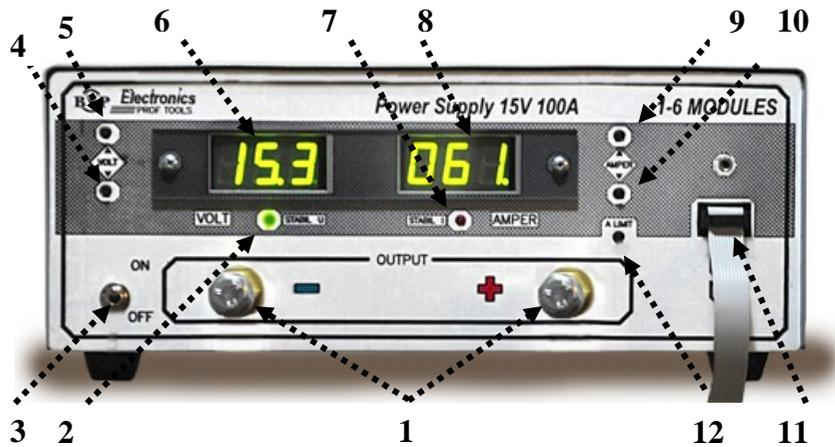

Рис. 2. Расположение органов управления на передней панели головного модуля источника питания
На передней панели головного модуля источника питания размещены оперативные органы управления выходными параметрами, цифровые индикаторы встроенных измерительных приборов вольтметра и амперметра, световые индикаторы режимов работы, разъем сигнального шлейфа и выходные клеммы. На рис. 2 показан внешний вид передней панели головного модуля и расположение на ней всех органов управления и индикации.
- 6.10 Включите питающее напряжение всех модулей сетевым выключателем "POWER", находящимся на задних панелях модулей. При этом с небольшой задержкой загорятся цифровые индикаторы головного модуля, световые индикаторы 3 (на рис. 2) на управляемых модулях и заработают продувочные вентиляторы. Если хранение и транспортирование источника проводились в условиях, отличающихся от рабочих, то перед включением необходимо выдержать его в рабочих условиях не менее 1-го часа.
- режим стабилизации напряжения "Stabil U" – зеленый цвет индикатора **2** (рис.2);
Управление источником питания с передней панели головного модуля будет осуществляться при помощи оперативных органов управления (кнопками **4-5**, **9**, **10**, **12** (рис.2), оперативным выключателем **3**). При этом, компьютерный шнур RS-232 не должен быть подключен к головному модулю.
- 8.1.1 Включите источник питания без нагрузки (переместив тумблер **3** (рис.2) в положение "ON").